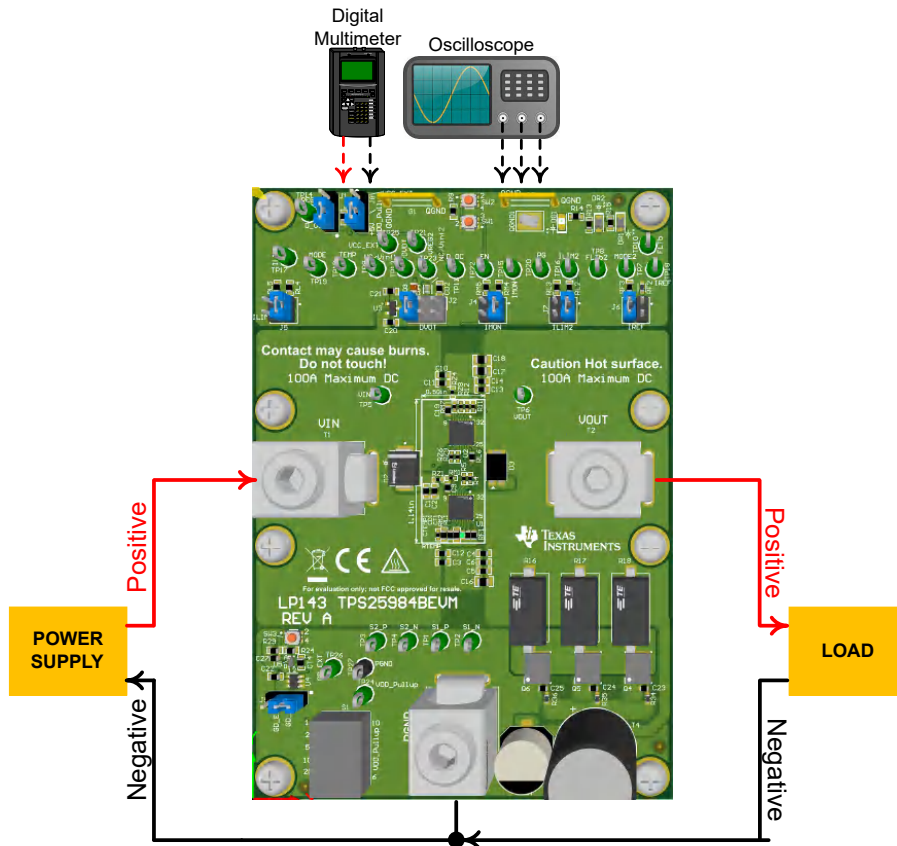

图 5-1. 带测试设备的 TPS25984BEVM 设置
TPS25984BEVM 支持评估 TPS25984B 系列中的 TPS25984B0 电子保险丝。该 EVM 具有两 (2) 个并联的 TPS25984B0 保险丝。输入电源施加在连接器 T1 和 T3 上, 而 T2 和 T3 为 EVM 提供输出连接; 请参阅图 3-1 中的原理图和图 5-1 中的 EVM 测试设置。TVS 二极管 D1 和 D2 提供对瞬态过压的输入保护。肖特基二极管 D3 和 D4 通过将 TPS25984B 电子保险丝 OUT 引脚上的负电压偏移限制在最小绝对额定值内来保护输出。